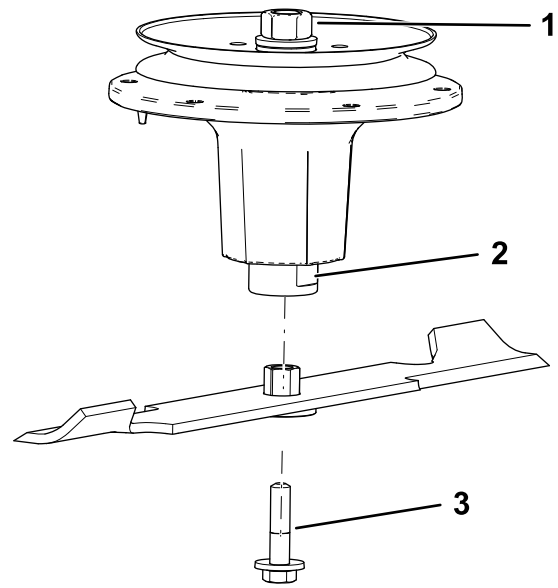

図 80
2. スピンドルシャフトにブッシュ・ブレードアセンブリを取り付ける 図 80。